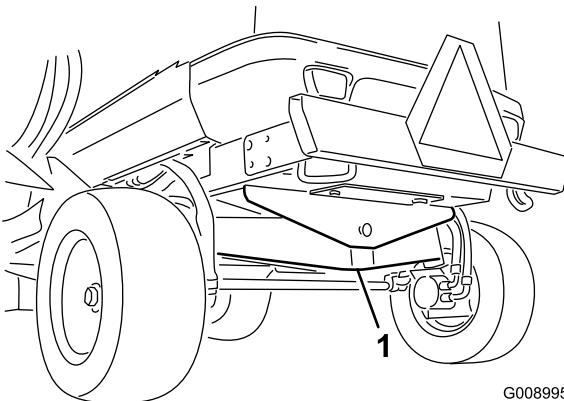

Figura 39
1. Punto de apoyo delantero (2)
- En la parte trasera de la máquina, en el centro del eje (Figura 39).